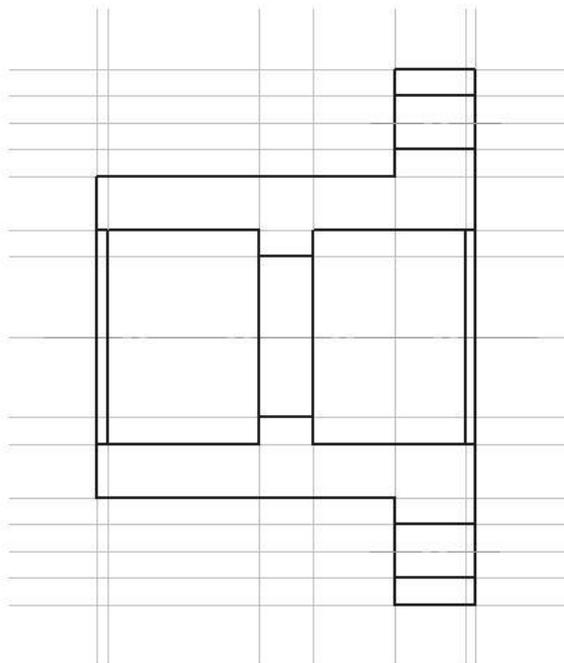

Рис.13 Контур детали
5. Обведем контур детали, используя созданные вспомогательные прямые. Для этого выберем примитив **Непрерывный ввод объектов**  (установим стиль линии **Основная**) и начертим контур детали как показано на **рис. 13**. Дополнительно понадобится геометрический элемент **Отрезок** . Для двух отверстий нарисуем две осевые линии